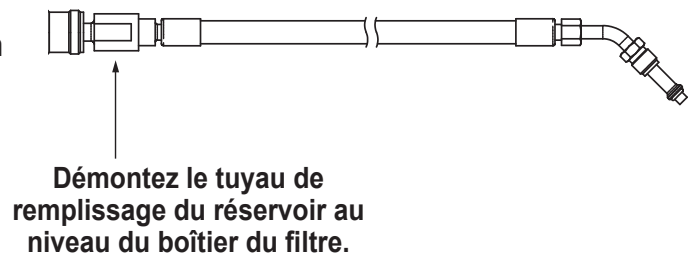

Figure 11
3. Démontez le tuyau de remplissage du réservoir au niveau du boîtier du filtre comme illustré sur la figure 11.